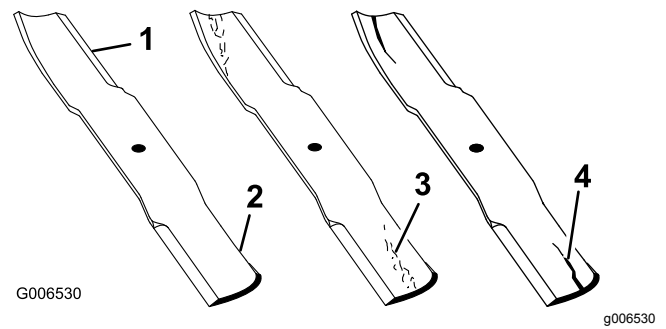

Figura 100
1. Inspeccione as extremidades de corte (Figura 100).
4. Se verificar quaisquer fissuras, desgaste, ou a formação de ranhuras nesta área instale imediatamente uma lâmina nova (Figura 100).